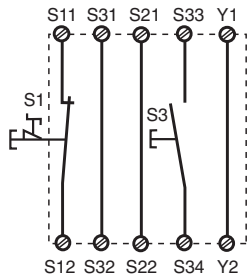

Fig. 2: circuito de entrada monocanal, arranque manual/circuito di ingresso monocanale, start manuale/Eenkanalig ingangscircuit, handmatige start
- Nelle figure 2 ... 9 sono illustrati alcuni esempi di connessione per arresto di emergenza con start manuale e controllato, comandi per ripari mobili nonché l'aumento dei contatti tramite relè esterni.
- In afb. 2 ... afb. 9 worden aansluitvoorbeelden gegeven van noodstopshakeling met handmatige en bewaakte start, hekbewaking en contactvermeerdering door middel van externe magneetschakelaars.